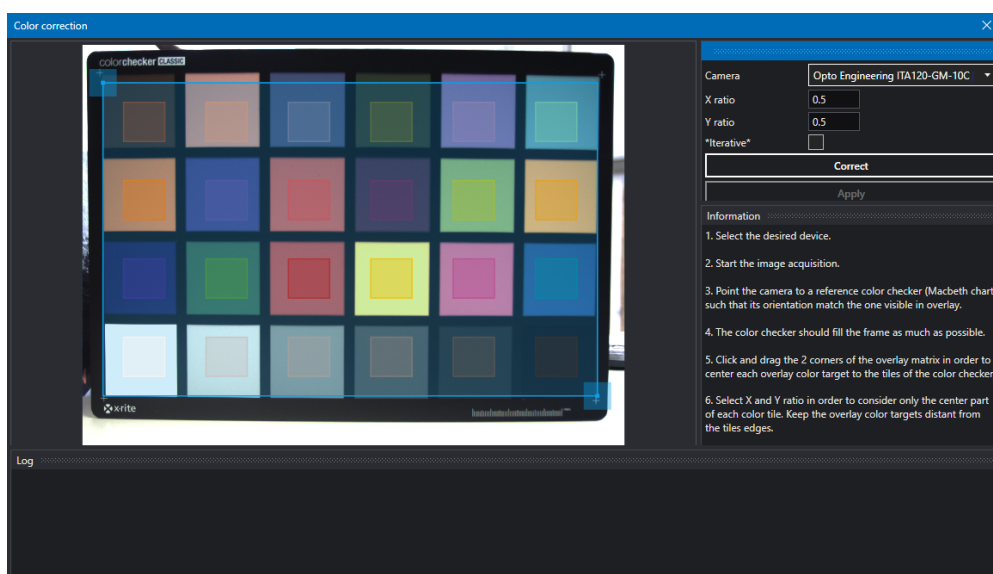

Figure 27: Per ottenere risultati ottimali, assicurarsi di allineare la maschera dei colori del mago alle tessere della tabella dei colori di Macbeth.
5. Il color checker deve riempire il più possibile la cornice (Fig. 27).